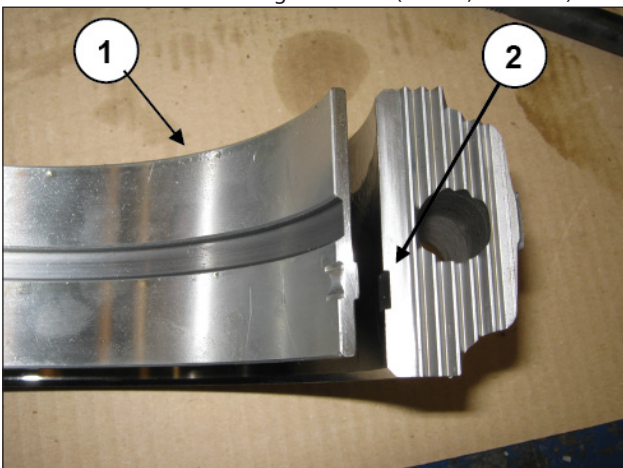

Abb. 102
Montieren Sie die unteren Lagerschalen an die Pleueldeckel (Pos. ①, Abb. 102) und vergewissern Sie sich dabei, dass die Bezugsmarkierung der Lagerschalen in der entsprechenden Aufnahme am Deckel zu liegen kommt (Pos. ②, Abb. 102).